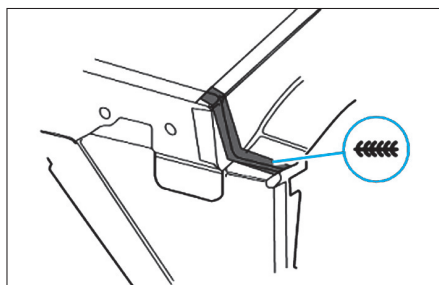

FIG. 49
- Souder les zones d'accostage en bord à bord, en cordon continu sous gaz de protection (Fig.49).